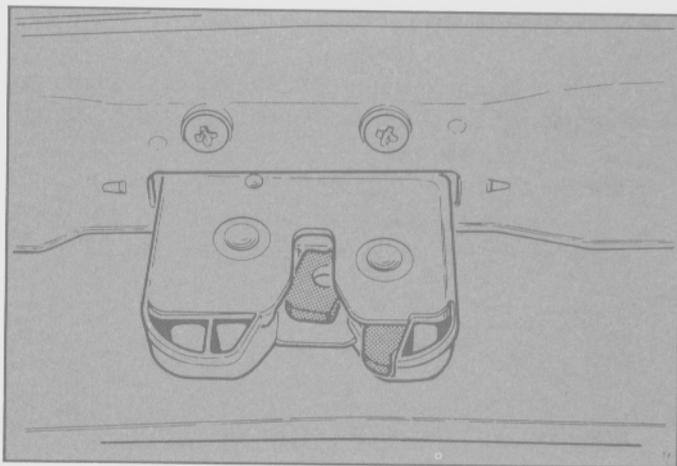

Fig. 319
- Retirar la cerradura del portón (Fig. 319).